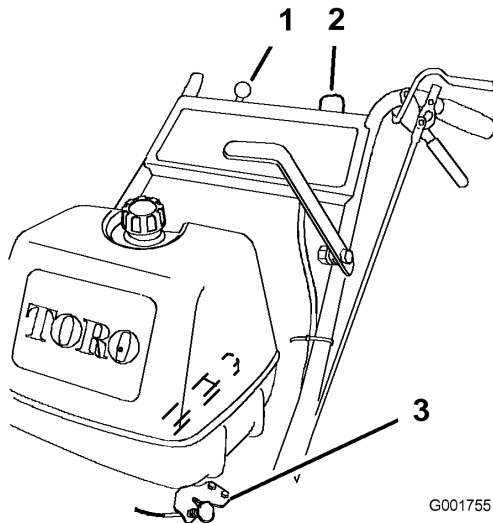

Figura 7
5. Gire la llave de contacto a la posición de **marcha** (Figura 7).
8. Tire del mando del estárter si el motor está frío (Figura 7).